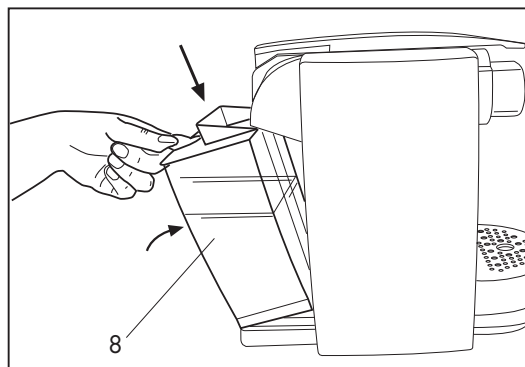

Fig. 3
- Remettre le réservoir en l'inclinant légèrement et en l'appuyant sur la vanne de l'eau. Appuyer sur la partie supérieure de la machine jusqu'à ce qu'un dé clic se produise. Afin d'éviter les pertes d'eau, contrôler que le réservoir soit bien fixé (**Fig. 3**).